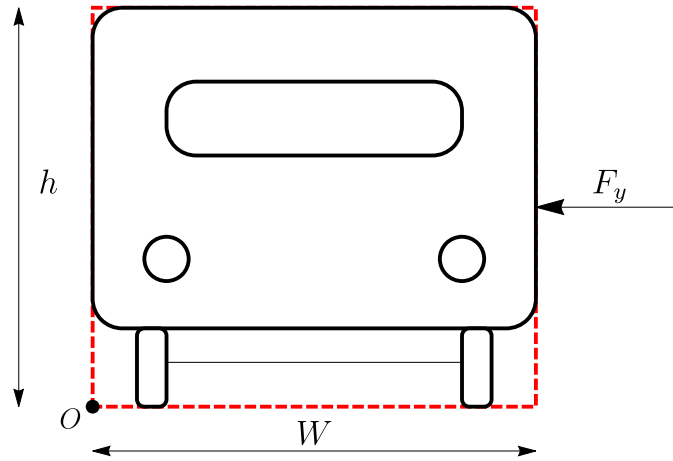

Figure 3 : renversement d'une rame de train. Le rectangle en tireté symbolise la section équivalente sur laquelle on fait le calcul de stabilité.
- (2) [0,40] En déduire que l'on peut introduire un coefficient de traînée C_d qui permette de relier la force F_y exercée par le vent sur la face latérale du train en fonction des nombres sans dimension trouvés précédemment.
- (3) [0,40] Pour quelles raisons ce coefficient C_d serait constant et indépendant de tout nombre sans dimension ?
- (4) [0,40] On simplifie la géométrie de la rame en considérant que la section d'une rame (voiture et essieu) peut être remplacée par une section rectangulaire de largeur W et hauteur h ; voir figure 3. La masse est uniformément répartie. On néglige la force de frottement et de réaction du sol. Sous l'action d'un vent latéral créant une force F_y , la rame peut pivoter autour du point O . Faire le bilan des forces. À quelle hauteur par rapport au sol s'applique la force F_y ? Écrire le moment des forces en O . Pour quelle vitesse $|\mathbf{u}|$ (connaissant la vitesse du train et l'angle d'incidence du vent) le train se renverse-t-il sous l'effet d'un vent latéral de vitesse constante ?
- (5) [0,40] Faire l'application numérique. Il s'agit d'un modèle très simple. Que feriez-vous pour améliorer le calcul de stabilité tout en restant dans le cadre de calculs réalisables à la main ?